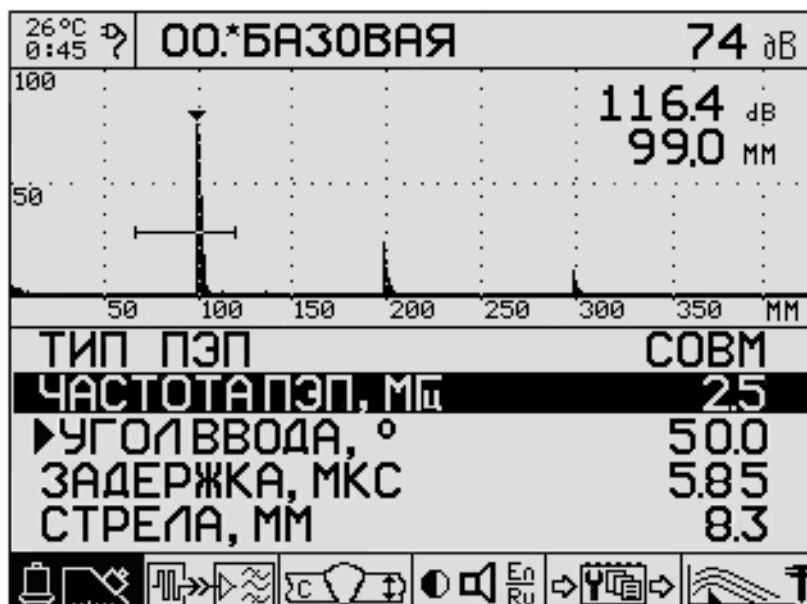

Рисунок 5.17
5.7.8 Нажмите  **MENU** для входа в режим настройки. В верхнем правом угле будут отображаться (с верху вниз) значения усиления (дБ), амплитуда импульса (дБ) и путь по лучу (мм) (Рисунок 5.17).